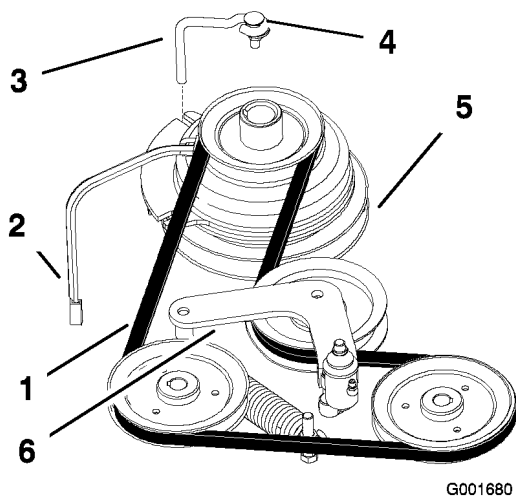

Figure 51
2. Retirez le boulon de la butée d'embrayage et débranchez le fil de l'embrayage électrique (Figure 51).
4. Retirez la courroie de transmission des poulies du moteur et des pompes hydrauliques (Figure 51).
5. Montez la courroie neuve sur les poulies du moteur et des pompes hydrauliques (Figure 51).
7. Relâchez la poulie rappelée par ressort (Figure 51).